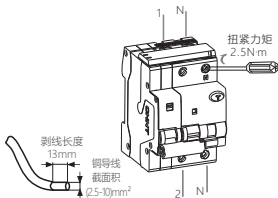

图5 接线方式
5.4 适用于铜导线连接，导线选择见表1，接线方式及剥线长度示意图如下图5。